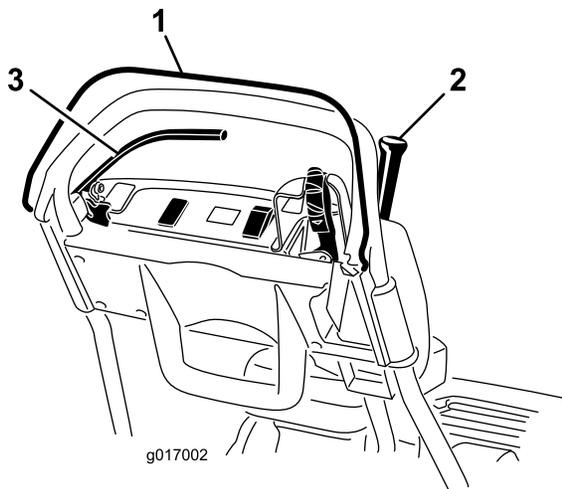

図 27
3. OPC を解除した状態で、走行レバーを入れる 図 27。レバーが入らなければ正常。走行レバーが入るのはインタロックシステムの異常であるから修理する。必ず修理してから使用すること 走行インタロックスイッチの整備 \(ページ 35\)を参照。
4. OPC を押し、走行レバーを入れた状態から OPC を解除する 図 27。走行レバーが外れれば正常。走行レバーが外れないのはインタロックシステムの異常であるから修理する。必ず修理してから使用すること。 走行インタロックスイッチの整備 \(ページ 35\)を参照。
5. OPC を押し、シフトレバーを左に入れた状態から走行・リール回転にセットし、OPC を解除する 図 27。走行レバーが外れれば正常。走行レバーが外れないのはインタロックシステムの異常であるから修理する。必ず修理してから使用すること 走行インタロックスイッチの整備 \(ページ 35\)または リールコントロールの調整 \(ページ 38\)を参照。
2. OPC を押した状態で、走行レバーを入れる 図 27。